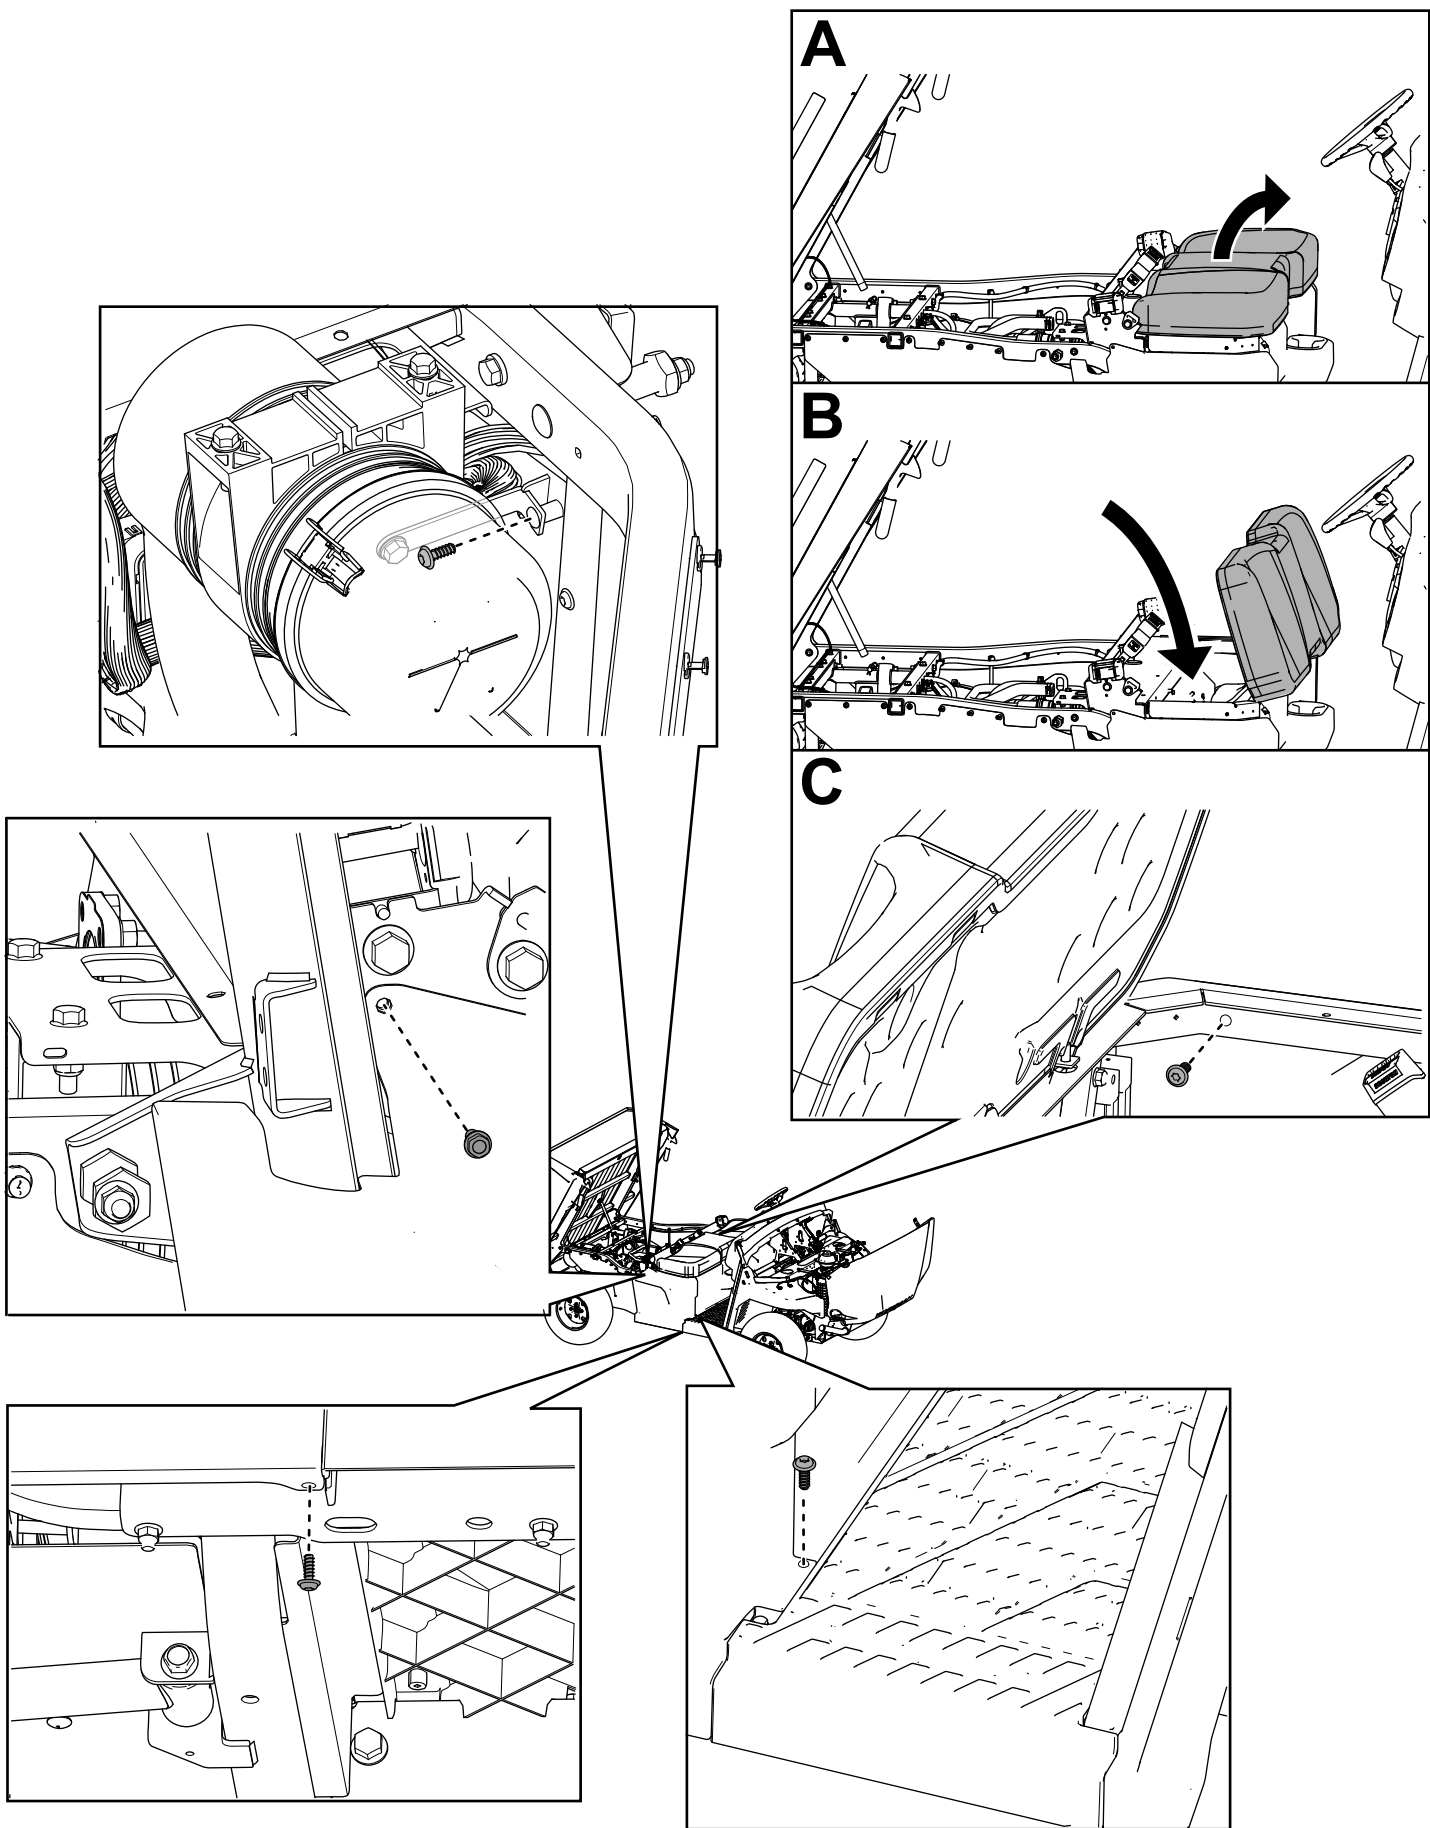

Figura 34
22. Sujete los paneles derecho e izquierdo de la base del asiento con los pernos de cabeza hexagonal con arandela prensada ($\frac{1}{4}$ " x $\frac{3}{4}$ " que retiró anteriormente, como se muestra en la Figura 34.